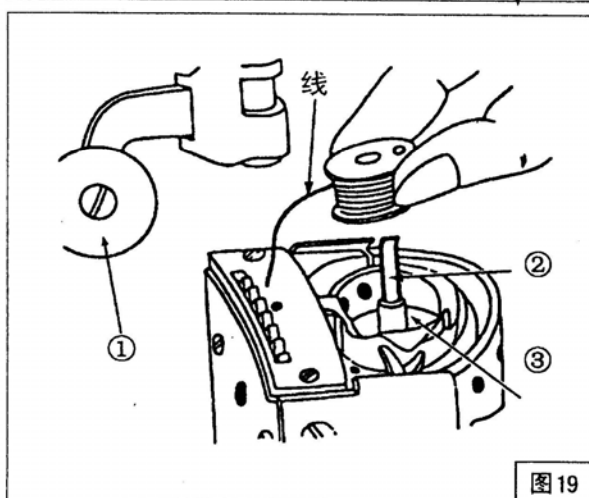

图 19
如图 19，用手转动主动轮，将针杆升到最高位置，向左打开滚轮压脚①，取下推板，扳起梭门扳手②；将梭芯线拉出 5mm，将梭芯装入旋梭，放下梭门扳手